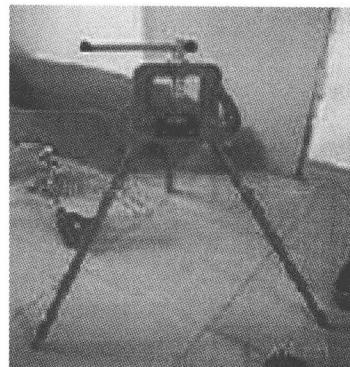

图 1-23 回转式台虎钳
(2) 回转式台虎钳(图1-23) 回转式台虎钳的主体部分用铸铁制造，由固定钳身和活动钳身组成。活动钳身通过方形导轨与固定钳身方孔导轨配合，可做前后滑动。丝杆装在活动钳身上，可以旋转，但不能轴向移动，它与安装在固定钳身内的螺母配合。摇动手柄使丝杆旋转，可带动活动钳身相对固定钳身做前后移动，起夹紧或放松工件的作用。弹簧靠挡圈和销固定在丝杆上，当放松丝杆时，能使活动钳身在弹簧力的作用下，及时退出。在固定钳身上装有钢质钳口，并用螺钉固定，钳口的工作表面刨有交叉的网纹，使工件夹紧后不易产生滑动。固定钳身装在转座上，能绕转座轴心转动，当转到所需位置时扳手柄，使夹紧螺钉旋紧，便可在夹紧盘的作用下把固定钳身紧固。转座通过三个螺栓与钳工作台固定。